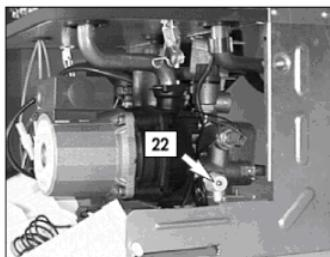

fig. 9.4
2. Afrouxar a torneira de despejo da caldeira 22 na fig. 9.4.